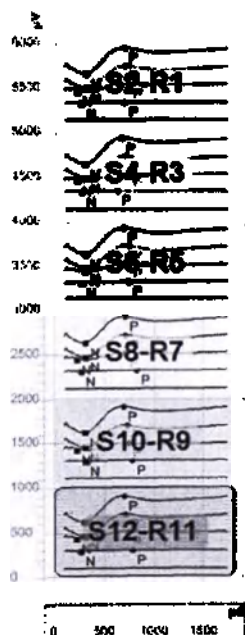
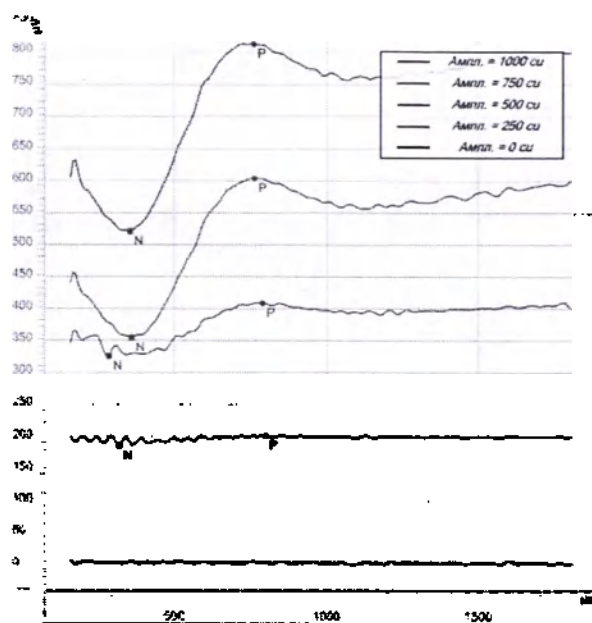

Рис. 100 Выбор одиночного измерения
Рис. 101 Сигналы, измеренные для функции роста амплитуды
1. Область, показанная на рис. 100, позволяет выбирать определенное одиночное измерение. Полученные для одиночного измерения сигналы отображаются в области, показанной на рис. 101.
- В поле на рис. 101 показываются измеренные сигналы отдельного единичного измерения как функция напряжения от времени. Показан сигнал, полученный для каждого параметра целевой функции (см. разделы 6.5.2.2, 6.5.2.3 и 6.5.2.4). Если приложение MAESTRO распознает точку первого минимума и точку первого максимума, обе точки автоматически обозначаются символами N и P.
Область Режим редактирования мышью позволяет вручную изменить кривые результата с помощью кнопок Масштаб, Тянуть и Выбрать. Кроме того, чтобы выбрать различные режимы можно щелкнуть диаграмму кривых результатов правой кнопкой мыши (см. рис. 101).
Кнопка Масштаб позволяет увеличивать отдельные области диаграммы кривых результатов (рис. 101) для диаграмм функции роста амплитуды, функции восстановления и функции распространения возбуждения. Чтобы задать положение угла нового окна отображения, нажмите левую кнопку мыши. Удерживайте кнопку нажатой, чтобы открыть прямоугольник. Щелкните правой или средней кнопкой мыши, чтобы отобразить диаграмму полностью.